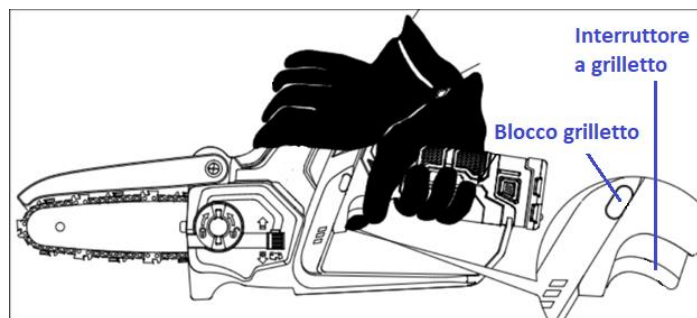

Fig. 9
- Tenere e controllare l'utensile con un'altra mano sulla superficie dell'impugnatura. Vedi Fig. 9.
- Premere e tenere premuto il blocco del grilletto (8) con il pollice.
- Tirare l'interruttore a grilletto (9) per accendere l'utensile.